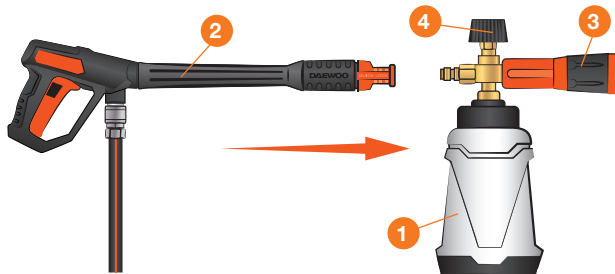

Рис. 6
- Наполните подготовленным моющим средством пеногенератор ❶ из комплекта поставки и присоедините его к пистолету ❷ (Рис. 6). Регулировку факела распыляемого моющего средства производите поворотом корпуса форсунки ❸. Регулировку подачи моющего средства производите поворотом верхней рукоятки ❹.